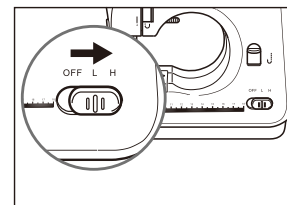

Рис. 9
6. Сдвиньте переключатель питания в положение низкой или высокой скорости, и машина начнет шить автоматически. Мы рекомендуем положение низкой или высокой скорости, и машина автоматически начнет шить. Мы рекомендуем низкую скорость для новичков (Рис.9).